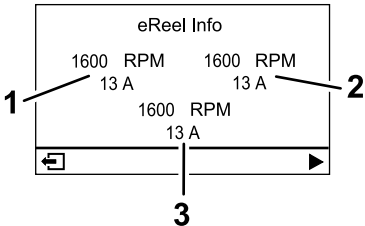

Figure 18
- **Écran du moteur eReel** (Figure 18) : indique la vitesse et le courant du moteur de chaque unité de coupe.